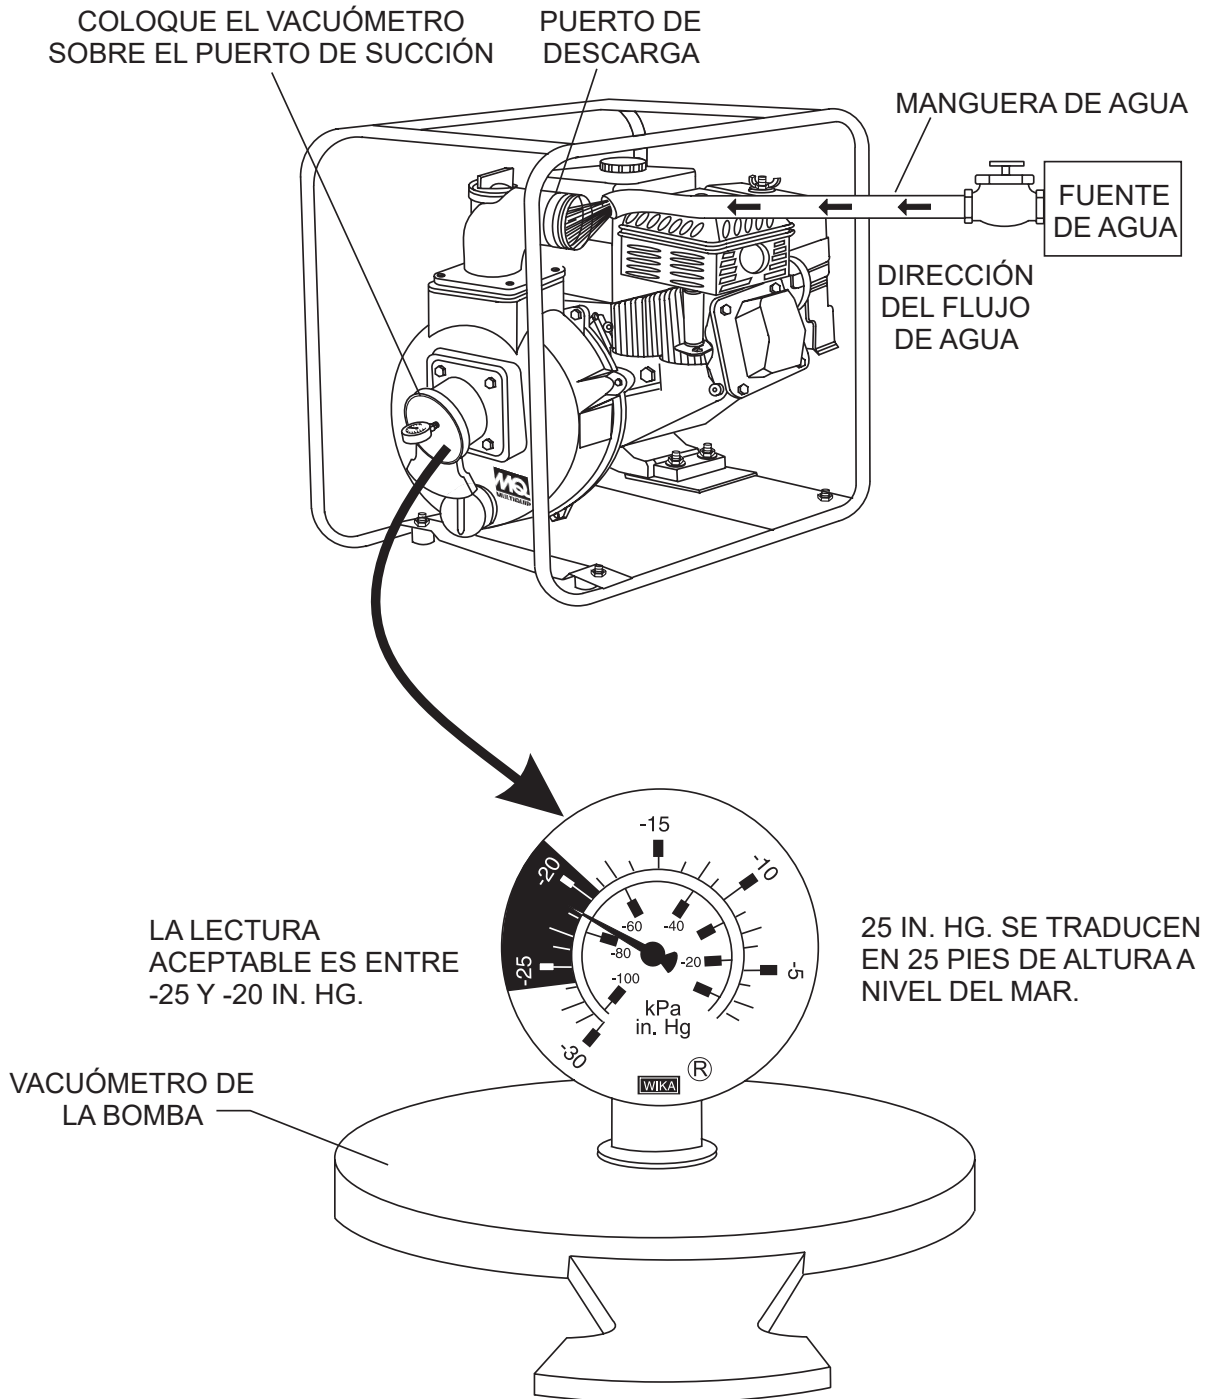

Figura 19. Vacuómetro de la bomba
3. Como se muestra en la Figura 19, coloque una manguera de agua dentro del orificio de descarga de la bomba y encienda el agua. Este flujo de agua al orificio de descarga **impedirá** que la bomba se seque.
4. Coloque el vacuómetro (N/P 7000030) sobre el orificio de succión (entrada) de la bomba (consulte la Figura 19) con el indicador hacia arriba. Puede ser necesario aplicar una pequeña cantidad de agua alrededor del sello de caucho del vacuómetro para que el ajuste sea correcto.